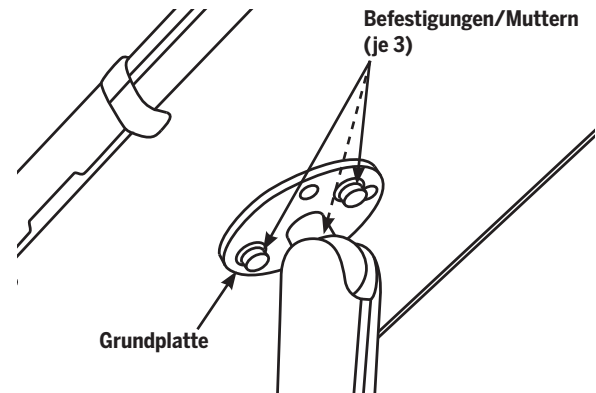

Abbildung 19. Montage der Grundplatte am Clipboard
2. Montieren Sie mithilfe der drei 16-mm-Befestigungen und Sicherungsmuttern die Grundplatte auf der Rückseite des Clipboards wie in **Abbildung 19** gezeigt. Ziehen Sie die Befestigungen mit einem Anzugsmoment von **6,0 Nm (4,4 ft-lbf)** fest.